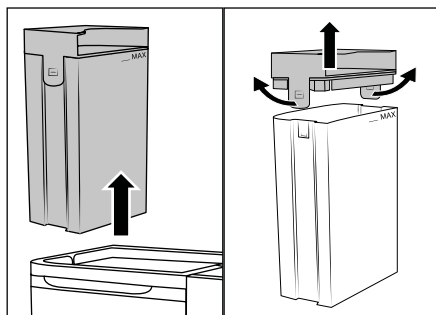

Abb. 5
(1) Füllen Sie nur kaltes bis warmes Leitungswasser oder destilliertes Wasser in den Frischwasserbehälter **2**. Verwenden Sie kein kochendes Wasser. (2) Betreiben Sie das Gerät niemals ohne Wasser im Frischwasserbehälter **2**. (3) Verwenden Sie nur handelsübliche, nicht schäumende Polsterreinigungsmittel oder **LIDL W5 Essigreiniger**. Andere Reinigungsmittel können das Gerät beschädigen. Wir empfehlen drei Esslöffel **LIDL W5 Essigreiniger** auf eine komplette Füllung (1,7 Liter) des Frischwasserbehälters **2** zu geben. Gegebenenfalls erhöhen Sie den Anteil Essigreiniger schrittweise bis zum gewünschten Ergebnis.
- ◆ Fassen Sie den Frischwasserbehälter **2** am Griff des Deckels **1** und ziehen Sie ihn nach oben aus dem Gerät (siehe Abb. 5).
- ◆ Ziehen Sie die beiden Haltetaschen leicht nach außen und nehmen Sie den Deckel **1** ab (siehe Abb. 5).
- ◆ Setzen Sie den Deckel ❶ auf den Frischwasserbehälter ❷  und drücken ihn nach unten, bis die beiden Haltetaschen einrasten.
- ◆ Fassen Sie den Frischwasserbehälter ❷  am Griff des Deckels ❶ und setzen Sie ihn in das Gerät ein.
- ◆ Schieben Sie die Schlauchhalterung ❶ in das Gerät.
- ◆ Halten Sie den Sprüh-/Saugschlauch ❶ am Handteil fest.
- ◆ Drücken Sie die Ein-/Aus-Taste  ❸, um das Gerät einzuschalten.